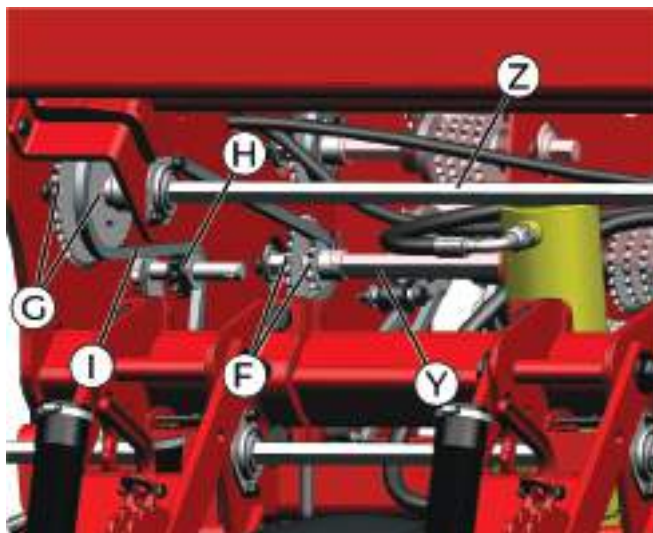

fig. 81
Na lateral interna (fig. 81), realize o recâmbio entre as rodas dentadas Z24 e Z14 (F) do eixo "Y" com as rodas dentadas Z23 e Z28 (G) do eixo "Z". Gire o esticador (H) da corrente (I) para reposiciona-la na combinação entre as dentadas.